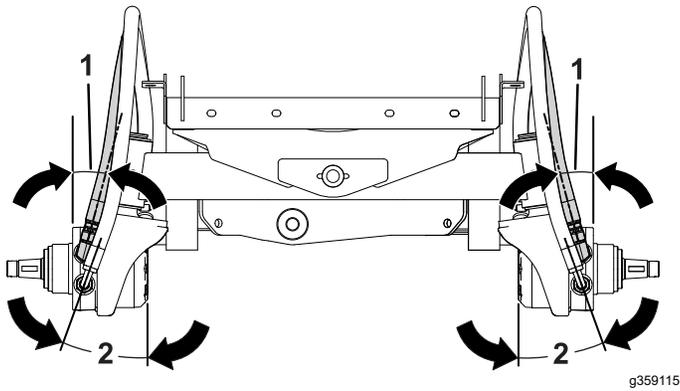

Figura 5
4. Ajuste a ligação do cotovelo de 90° a um ângulo de 15° como se mostra na Figura 5.
8. Ajuste a ligação do cotovelo de 90° a um ângulo de 20° como se mostra na Figura 5.
Nota: Certifique-se de que os ângulos são mantidos como se mostra na Figura 5.